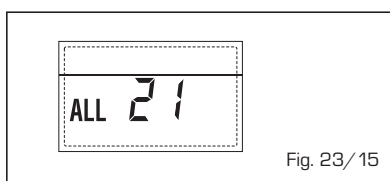

Fig. 23/15
- **INTERVENCIÓN TERMOSTATO DE SEGURIDAD SEGUNDA ZONA MEZCLADA "ALL 22"** (fig. 23/16)